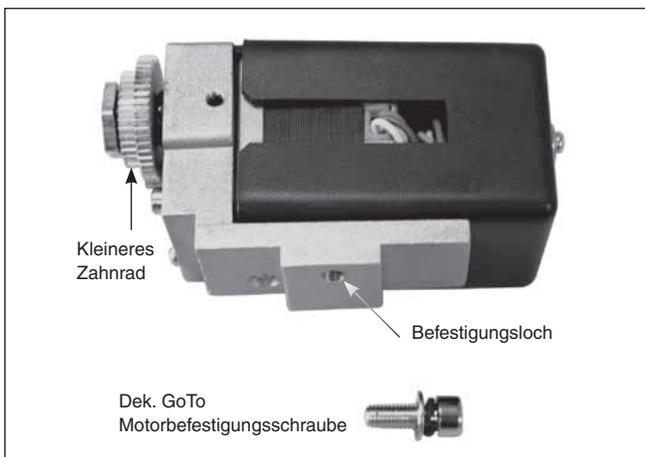
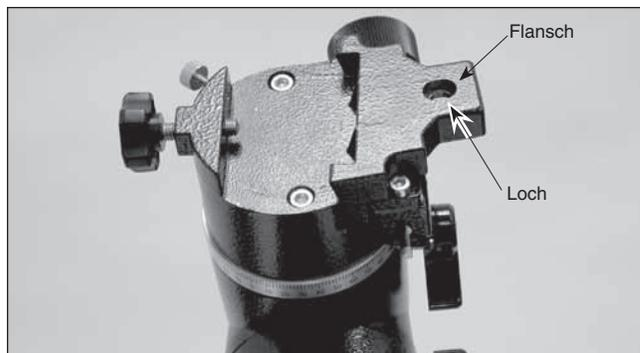
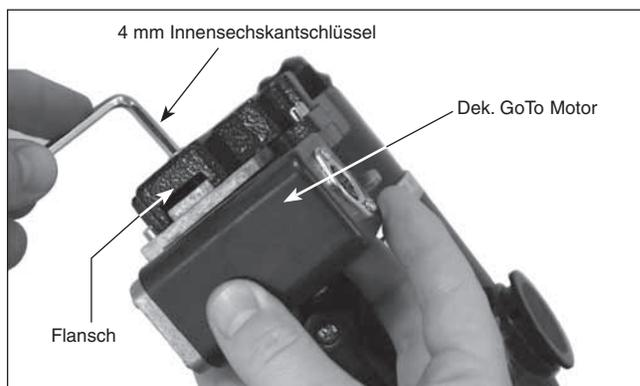

Abbildung 9. Die Dek. GoTo Motorbaugruppe
Abbildung 10. Die Lage des Flansches an der Halterung
Abbildung 11. Anbringen des Dek. GoTo Motors
3. Die dek. GoTo-Motorengruppe kann durch seinen schwarzen, rechteckigen Körper identifiziert werden (**Abbildung 9**). Es ist auf der parallaktischen Montierung mit der dek. GoTo-Motorbefestigungsschraube angebracht, die durch das Loch im Flansch an der Oberseite der Montierung führt (**Abbildung 10**). Die Motoranordnung wird so angebracht, dass sie ausgerichtet ist, wie in **Abbildung 11** gezeigt. Halten Sie die Motoreinheit so, dass das Gewindeloch mit dem Loch an der Oberseite der Montierung übereinstimmt. Setzen Sie die Sicherungsscheibe und dann eine Unterlegscheibe auf die dek. GoTo Motorbefestigungsschraube. Verwenden Sie den 4 mm Innensechskantschlüssel, um die Befestigungsschraube in das Befestigungsloch der Motorgruppe einzuschrauben, bis sie sicher sitzt; ziehen Sie aber nicht zu fest an.